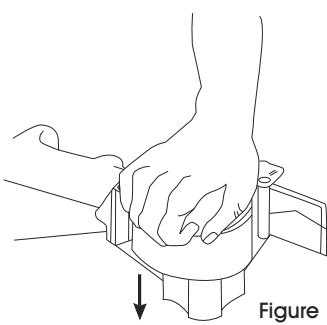

Figure 1
- Déposez le dévidoir sur une surface plane. Installez le rouleau de ruban adhésif en le poussant à fond sur la roue à ruban. Le côté adhésif doit être orienté vers le bas pour le déroulement. (Voir Figure 1)